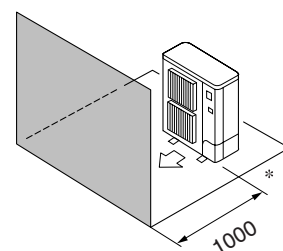

Fig. 2-5
- ④ Hindernisse nur auf der Vorderseite (Fig. 2-5)